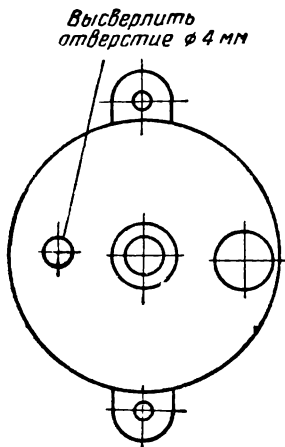

Рис. 3. Деталь крышки дозатора
3. В крышке дозатора в месте, указанном на рис. 3,